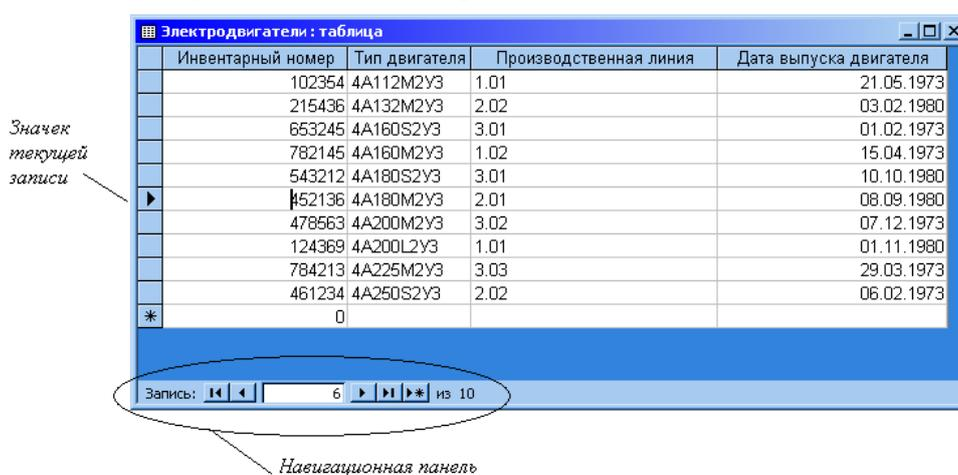

Рисунок 1
2. Навигацию по записям таблицы можно осуществлять клавишами управления курсором, либо с помощью навигационной панели, расположенной внизу окна таблицы (рис. 1).